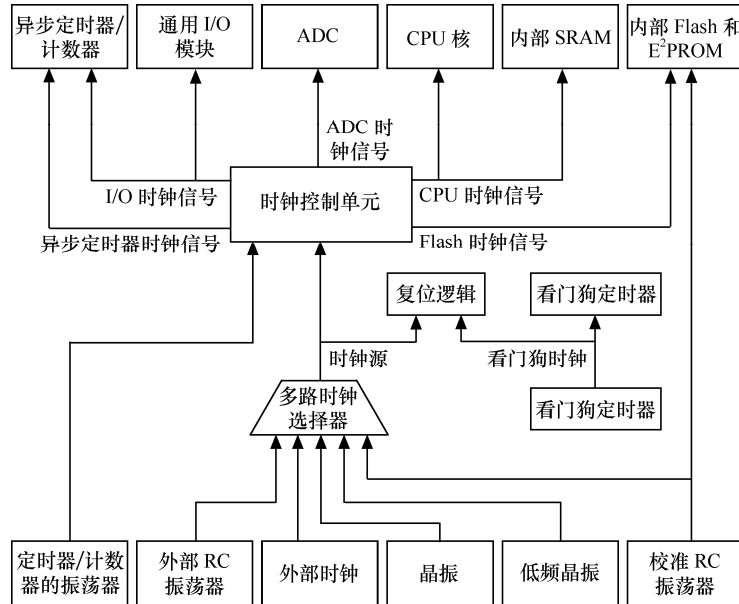

图 2.2 ATmega128 (L) 的时钟系统
在 ATmega128 (L) 中主要有 5 种时钟信号，如图 2.2 所示。